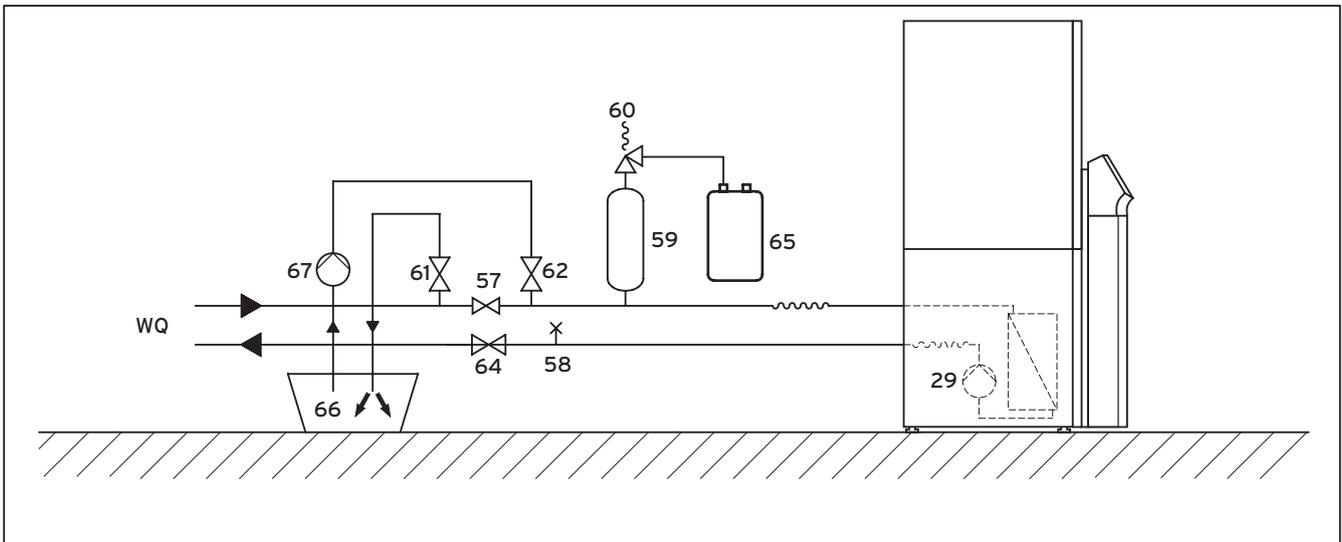

Fig. 5.3 Circuito de solución salina
Leyenda de la fig. 5.3
- Mezcle en un contenedor externo (p. ej., bidón de plástico, véase fig. 5.3, pos. **66**) agua con anticongelante en la concentración prescrita. Cada mezcla debe diluirse cuidadosamente.
- Abra la llave de paso (véase fig. 5.3, pos. **57**) para que el aire entre las llaves de paso (**61**) y (**62**) pueda salir.